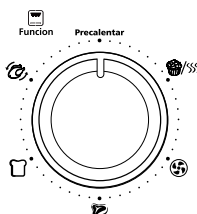

Figura 3
3. **Botão para selecionar as funções** – Ajuste o botão para selecionar a função desejada (veja a figura 3).